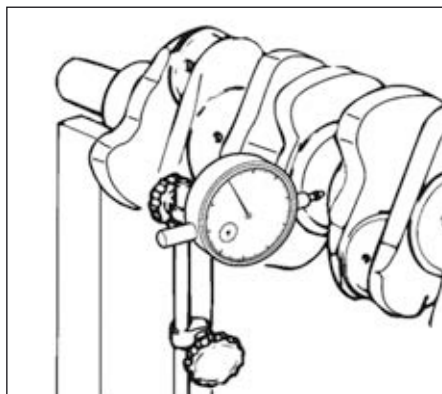

FIG.66
- Effectuer un tour de vilebrequin pour contrôler la concentricité du tourillon qui ne doit pas être supérieure à 0,02 mm (Fig.66).